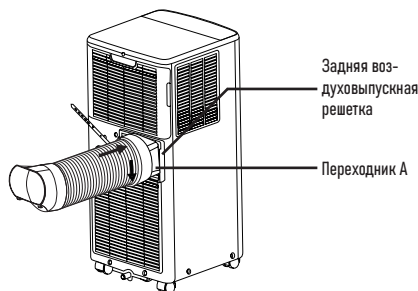

Рисунок 3
2. Подсоедините вытяжной воздуховод к разьему задней воздуховыпускной решетки. Вставьте переходник А до щелчка (Рисунок 3).